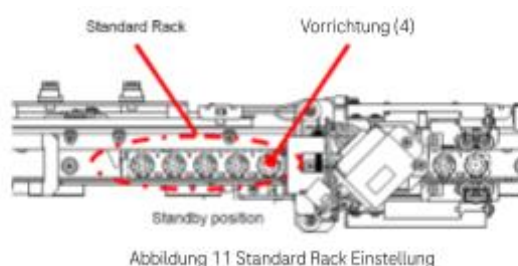

Abbildung 11 Standard Rack Einstellung
- Platziere die **Jig (4)** auf dem Standard Rack und setze diese auf die Standby Pos. der L-Linie (Abbildung 11)